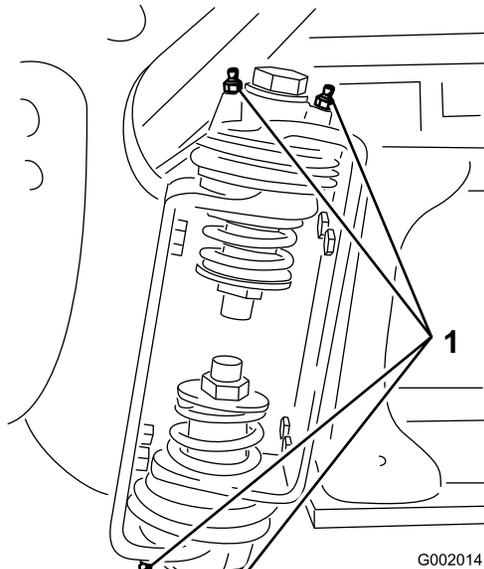

Figure 49
2. Injectez la graisse dans le roulement ou la bague de chaque graisseur (Figure 49).